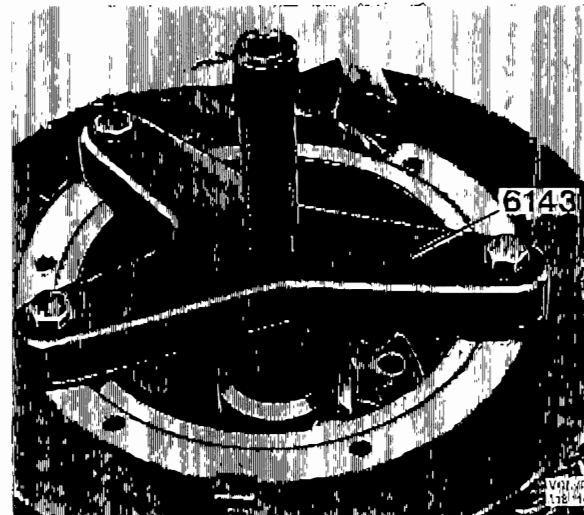

Bild 49. Borttagning av kabeltrumma
8. Ta bort låsringen som håller fast planethjulshållaren på axeln. Sätt fast 6143 och dra av lint-rumman och hållaren. Bild 49.